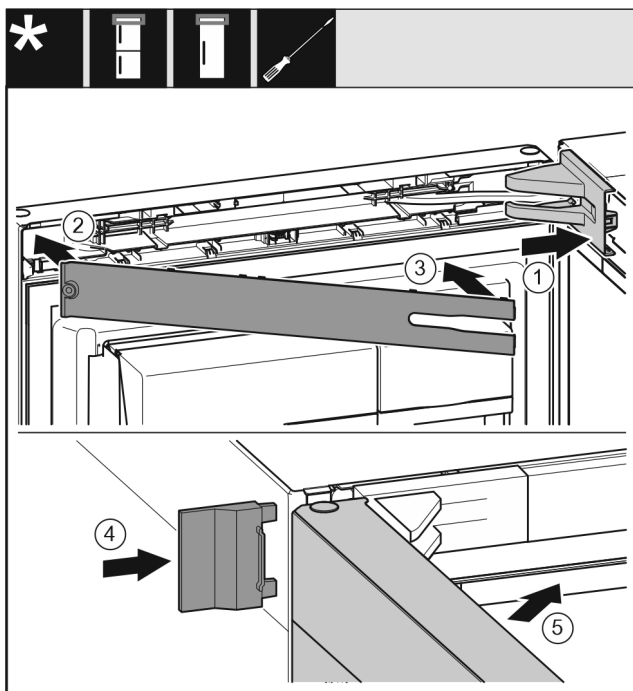

Fig. 44
- Așezați capacul suportului de lagăr Fig. 44 (1) și fixați în poziție, după caz, despărțiți cu precauție prin apăsare.
- Aplicați masca Fig. 44 (2).
- Pivotați spre interior placa Fig. 44 (3) și fixați-o în poziție.
- Montați capacul exterior Fig. 44 (4).
- Închideți ușa superioară Fig. 44 (5).